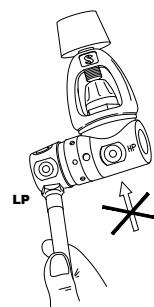

fig. 1
Schließen Sie den Niederdruckschlauch (ND) des Powerinflatorventils oder des A.I.R 2 an einen freien ND-Anschluss der ersten Stufe, der dasselbe Gewinde aufweisen muss (Abb. 1).